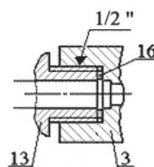

рис. 3
Опрессовщик состоит из насоса (рис.1 поз.3), который закреплён на полках в верхней части бака (рис.1 поз.2). К нагнетательной полости насоса (рис.1 поз.1) подсоединён рукав высокого давления (рис.1 поз.3). Второй конец рукава высокого давления предназначен для непосредственного подсоединения к испытываемой гидравлической системе через штуцер (рис.3 поз.13).
7.5 Поднимите выходную часть рукава (рис.3 поз.13) и залейте в него жидкость. Для удаления воздуха из гидравлической системы насоса сделайте пробное закачивание воды, при этом воздух из гидросистемы будет выходить через рукав.
системе, в которой должен быть установлен штуцер (рис.3 поз.13) с ответной частью для подсоединения рукава (рис.1 поз.3).
Для уплотнения используются прокладки (рис.3 поз.16) из резины, обожжённой меди или фторопласта.